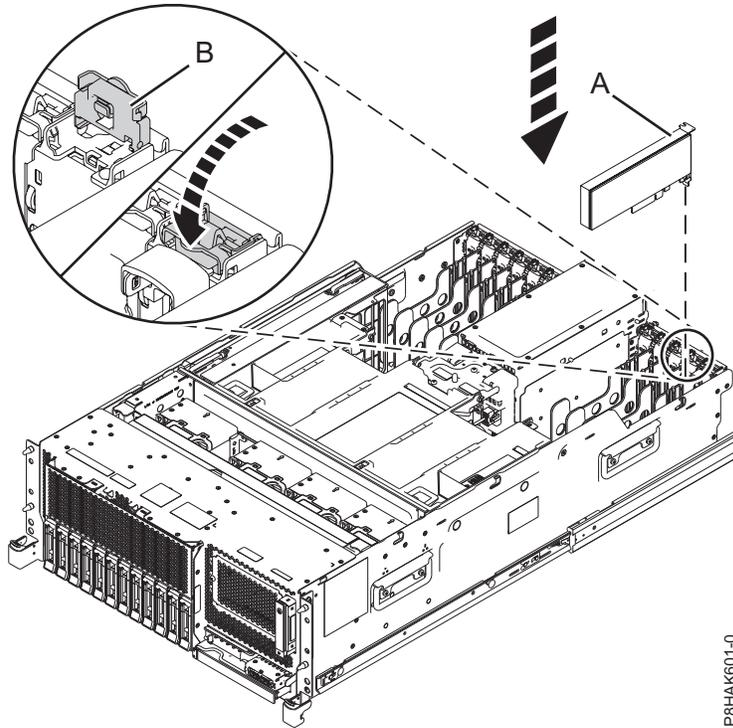
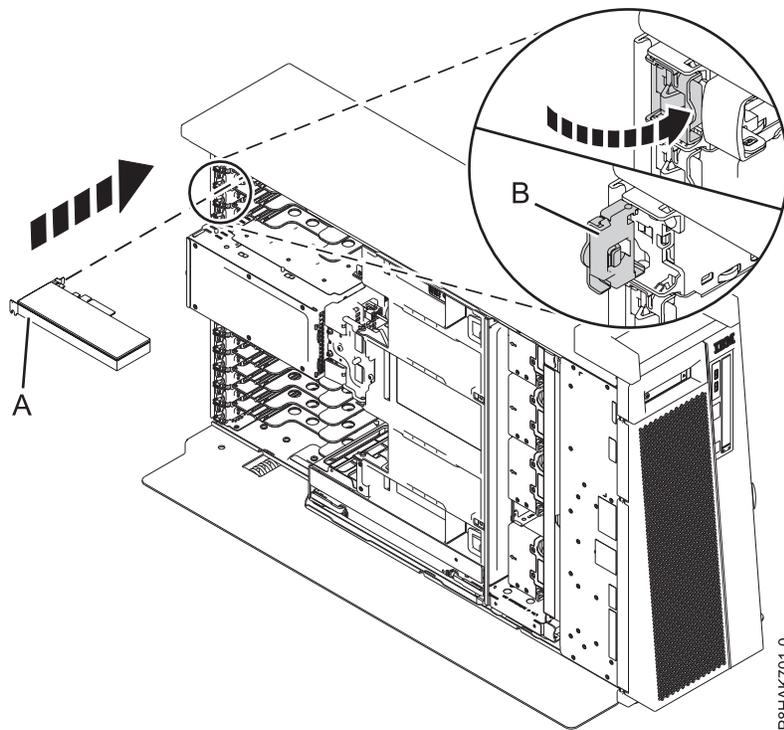

Figura 54. Instalación o sustitución de un adaptador PCIe en un sistema montado en bastidor.
Figura 55. Instalación o sustitución de un adaptador PCIe en un sistema 8286-41A autónomo
7. Si el pestillo del adaptador (**B**) en la ranura de destino no está todavía en la posición de abierto, tire del pestillo hasta la posición de abierto, girándolo hacia fuera desde su punto de fijación, situado en la parte posterior del sistema, como se muestra en la Figura 54 en la página 62 y Figura 55 en la página 62.
8. Sujete con cuidado el adaptador por el borde superior o la contrapunta, y alinéelo con la ranura y con el conector de la placa del sistema (**A**), como se muestra en la Figura 54 en la página 62 y Figura 55 en la página 62.
10. Para bloquear el adaptador en la ranura, gire el pestillo del adaptador (**B**) en la dirección que se muestra en la Figura 54 en la página 62 y Figura 55 en la página 62.